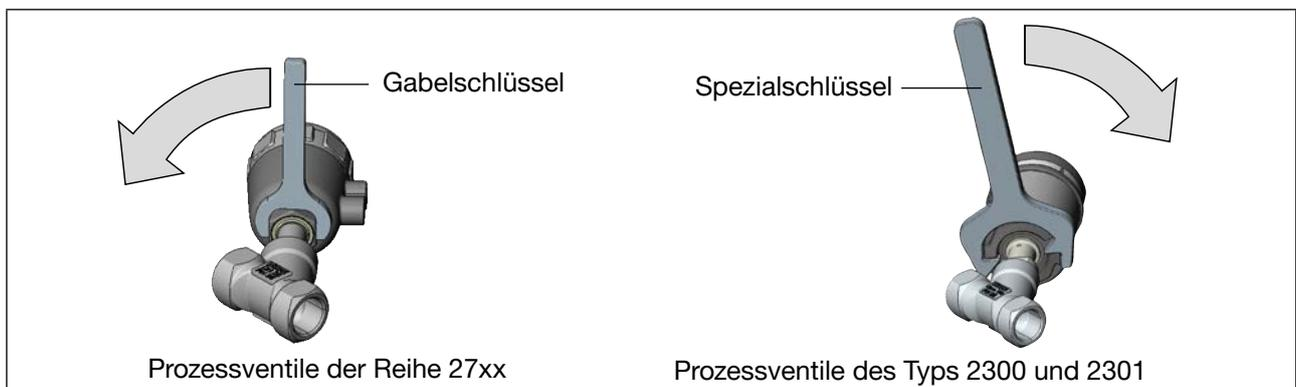

Bild 22: Vorgeschriebene Drehrichtung und Werkzeug für das Drehen des Antriebsmoduls
- ▶ Das Antriebsmodul **nur in die vorgeschriebene Richtung** drehen (siehe „Bild 22: Vorgeschriebene Drehrichtung und Werkzeug für das Drehen des Antriebsmoduls“).